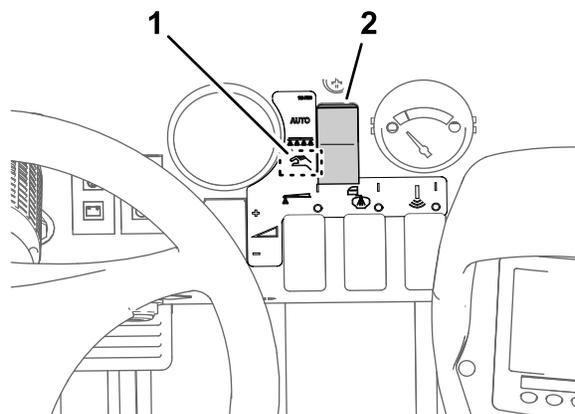

Figure 38
- Placez le sélecteur de mode du pulvérisateur en position Mode manuel (Figure 38).